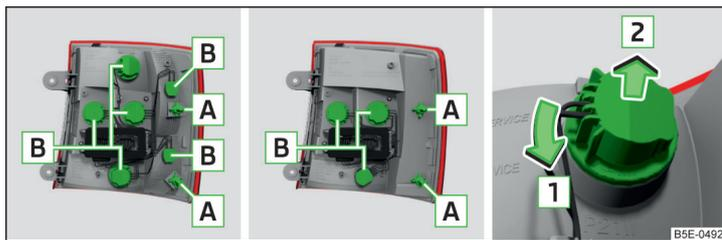

Abb. 229 Äußerer Teil der Leuchte: Grundleuchte / Leuchte mit LED-Dioden
- › Die Fassung mit der Glühlampe **B** in Pfeilrichtung **1** drehen » Abb. 229.